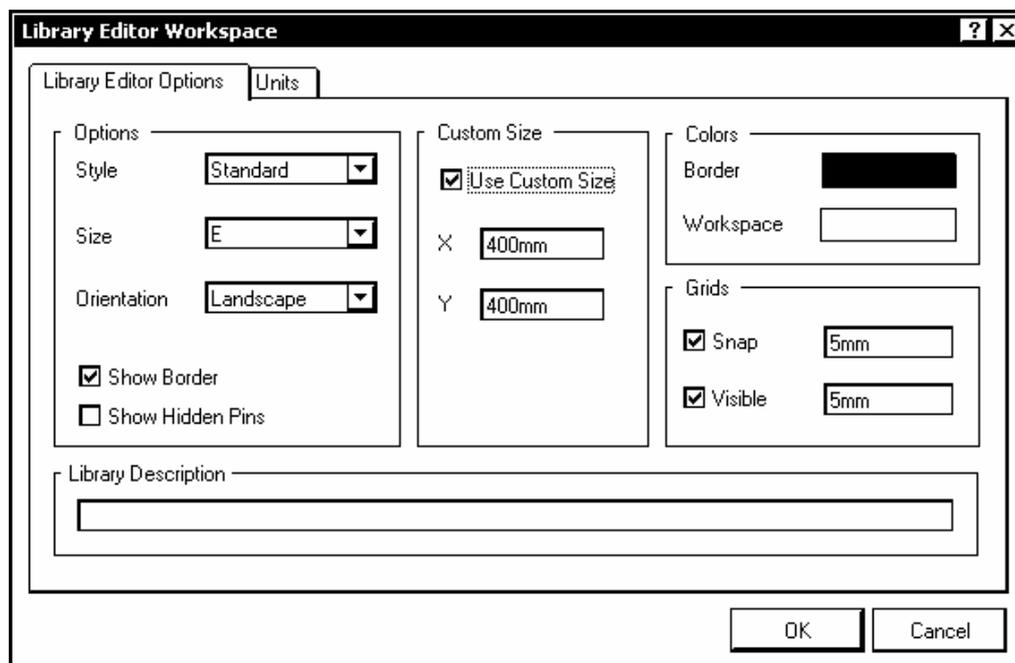

Рис. 3.1
3. Активизировать команду главного меню Tools>>Document Options и настроить в диалоговом окне Library Editor Workspace (Рис. 3.1) основные элементы рабочего пространства редактора библиотек: